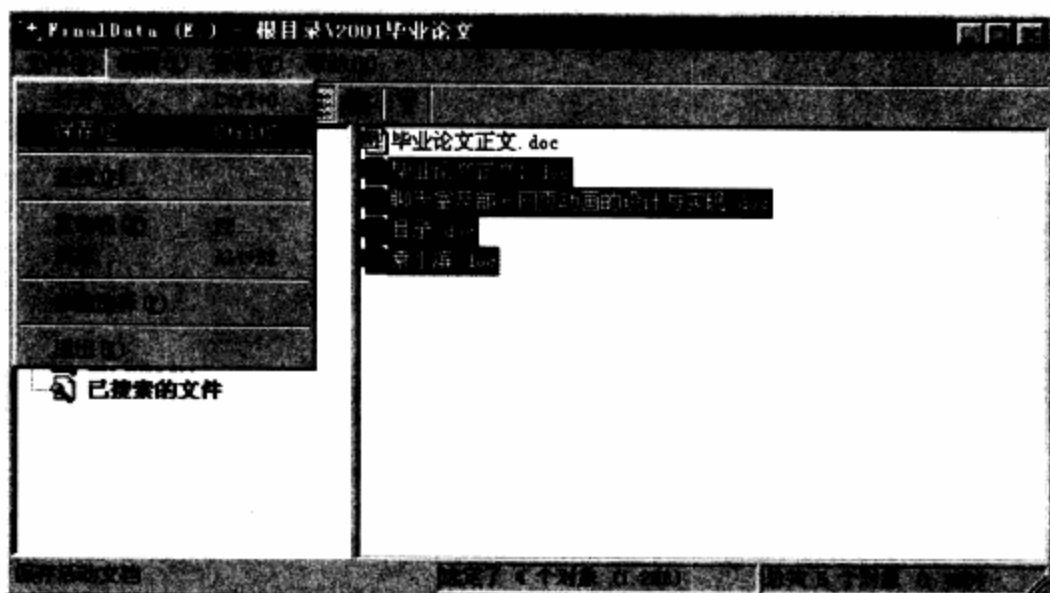

图13-45 选择需要恢复的文件夹或文件后选择“保存”命令
**步骤 03** 此后将显示出如图13-45所示的框图，在该框图中显示E盘中被误删除的文件。
**步骤 04** 在图13-45中，选择需要恢复的文件夹或文件，然后选择“文件”→“保存”命令（或者单击“存盘”按钮）。